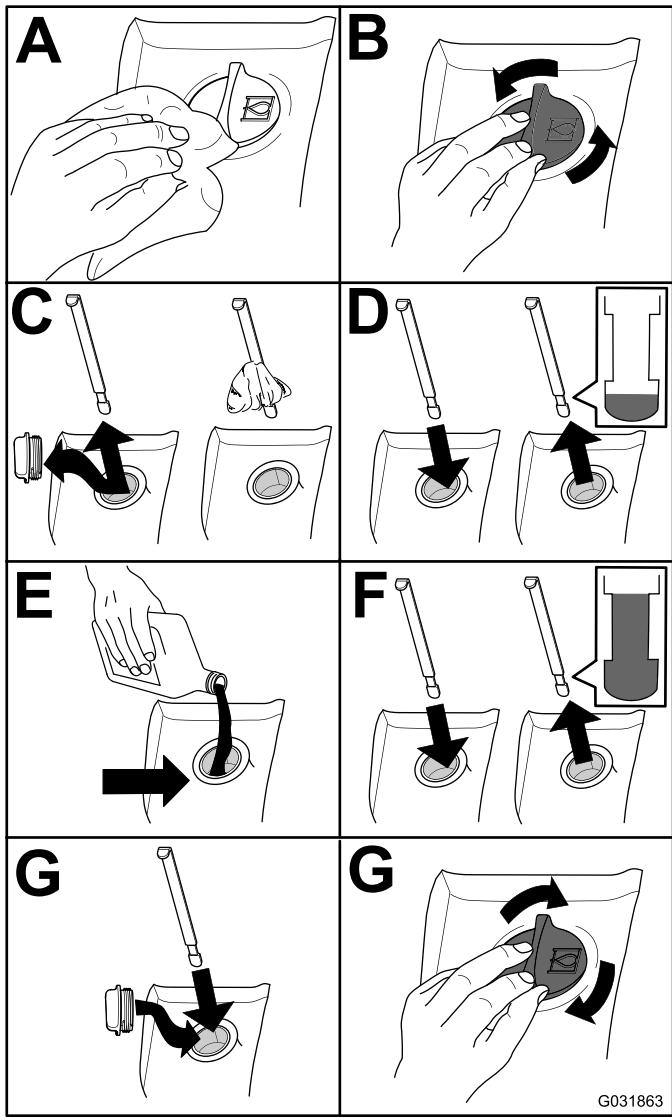

Figura 94
2. Compruebe el nivel de fluido hidráulico (Figura 94).